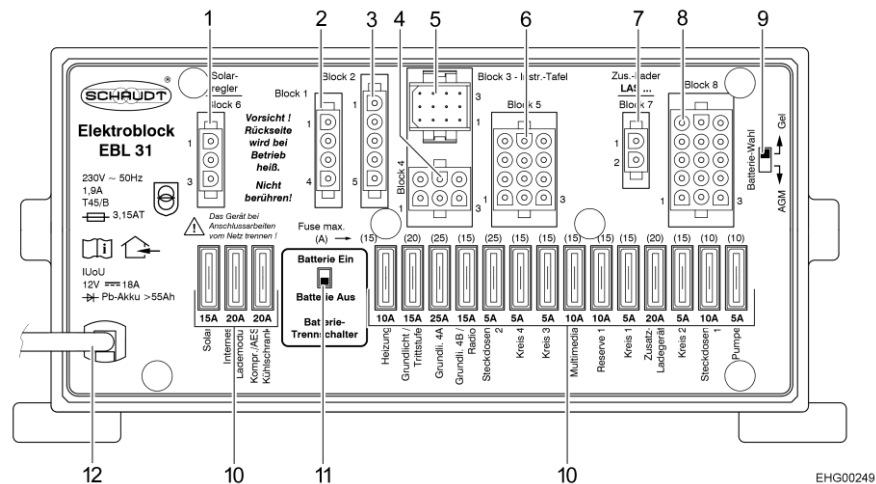

Fig. 84 Bloc électrique (EBL 31)
- ▷ Les consommateurs tels que le bloc électrique lui-même, le panneau de contrôle, le chauffage, le régulateur de panneau solaire (s'il y en a un) et d'autres appareils consomment un faible courant de veille et déchargent à la longue la batterie de cellule. C'est pourquoi il faut mettre l'interrupteur-séparateur de batterie (Fig. 84,11) du bloc électrique sur "Batterie Aus" (batterie Arrêt) lorsque le véhicule n'est plus utilisé pendant une longue période.
Le régulateur de charge solaire reste en fonction. Pour désactiver le régulateur de charge solaire, le fusible correspondant (Fig. 84,10 "Solar") doit être débranché.